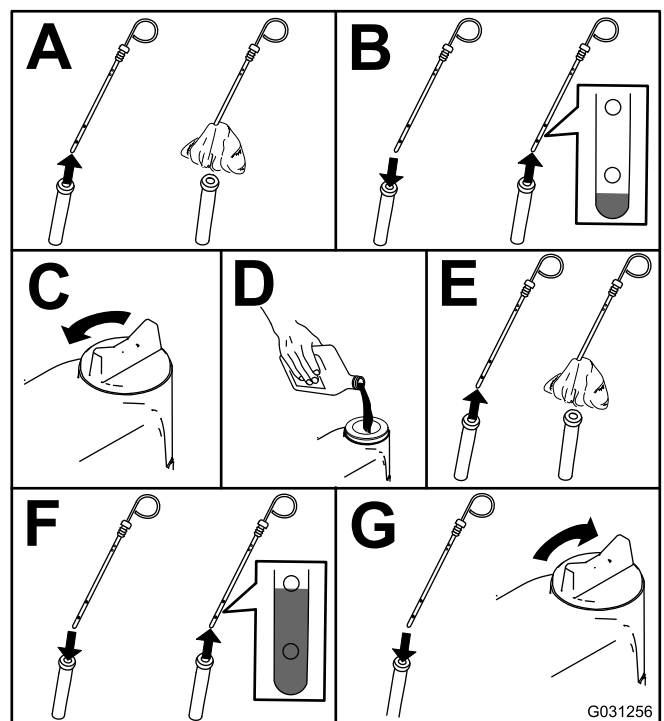

Figura 48
2. Controllate il livello dell'olio del motore; fate riferimento a Figura 48.